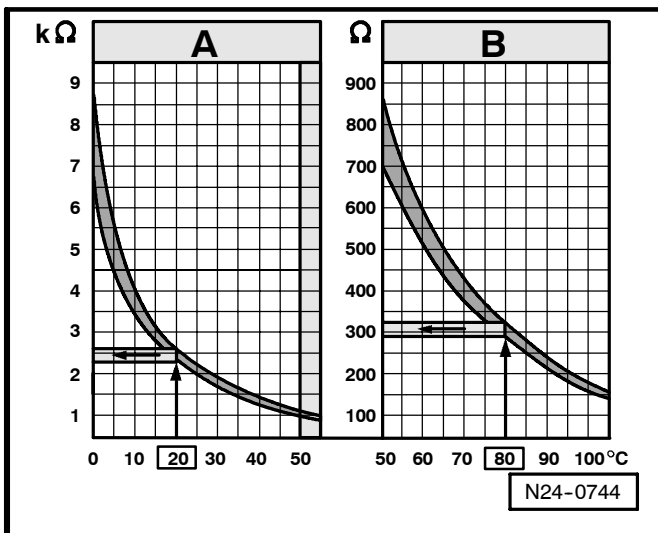

fig. 1 Valores de resistencia del sensor de la temperatura del aire de admisión (G42)
- ◆ Valores de resistencia del sensor de la temperatura del aire de admisión entre los contactos 1 y 2 ⇒ pág. 24-16fig. 1